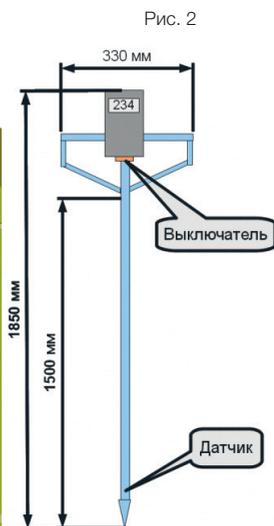

Рис. 2
- при использовании щупов-термометров (рис. 2) погружайте их в торфяник